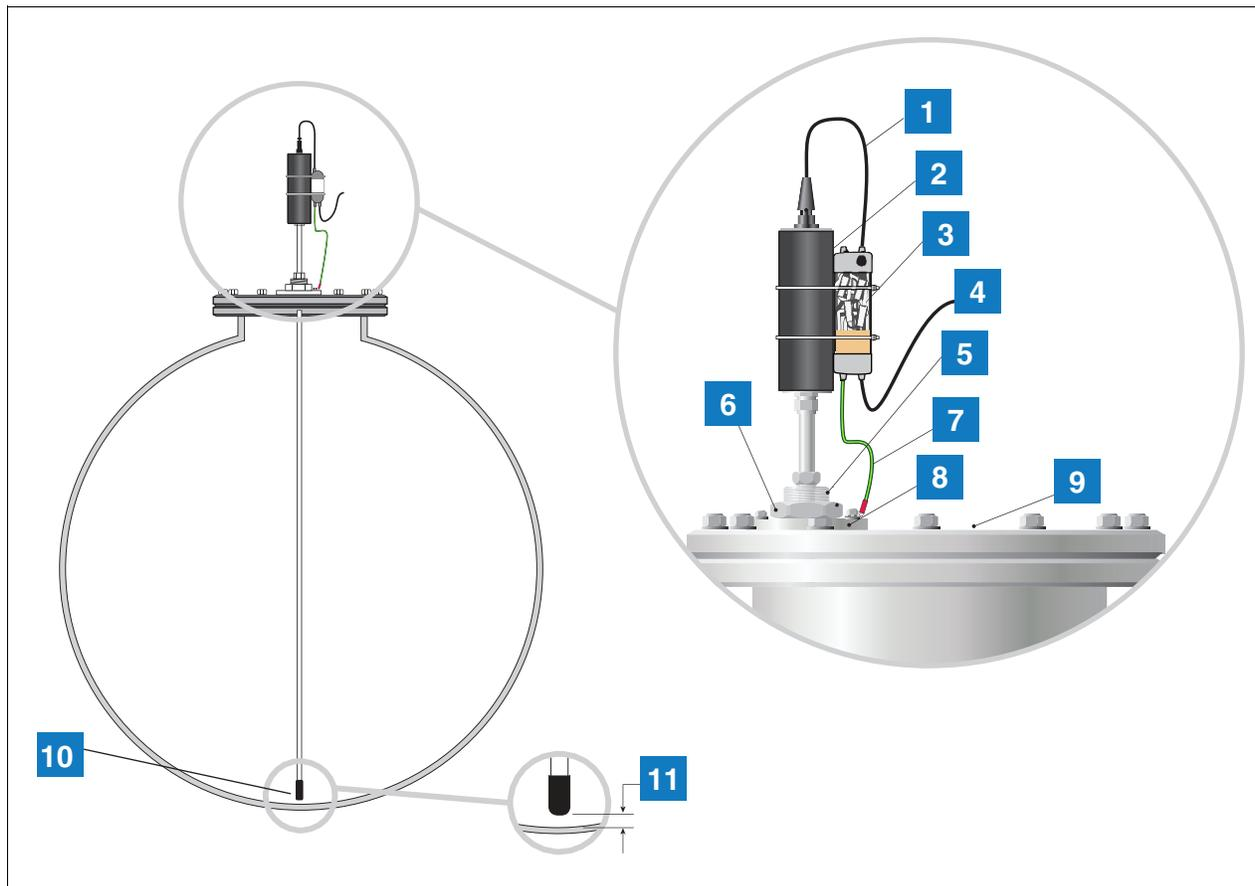

Figura 7. Instalación de una sonda Mag con una conexión a proceso (casquillo) en una Zona 1
Puede que determinadas instalaciones requieran una disposición de montaje de la sonda diferente, a saber, que la conexión a proceso (casquillo) se monte directamente en la tapa del tanque como se muestra en la Figura 7. Debe proporcionarse una derivación dedicada o una brida adecuada, roscada de G2 in 11 roscas por pulgada según la norma DIN 2999 (BS2779). Antes de instalar o de reparar la sonda magnetoestrictiva, quite la potencia de entrada de CA que va a la consola TLS y verifique que la consola está apagada. Durante la reparación, desconecte el cable de la sonda y saque la sonda del tanque.
1. Consulte la Figura 7 para determinar los elementos que se necesitan para finalizar la instalación.
7. Conecte el cable guía de la sonda al cableado de campo utilizando una caja de conexiones impermeable o un estabilizador de canal doble opcional (ref. 848100-002), tal y como se muestra en la Figura 7.
#### LEYENDA PARA LOS CUADROS NUMERADOS DE LA Figura 7